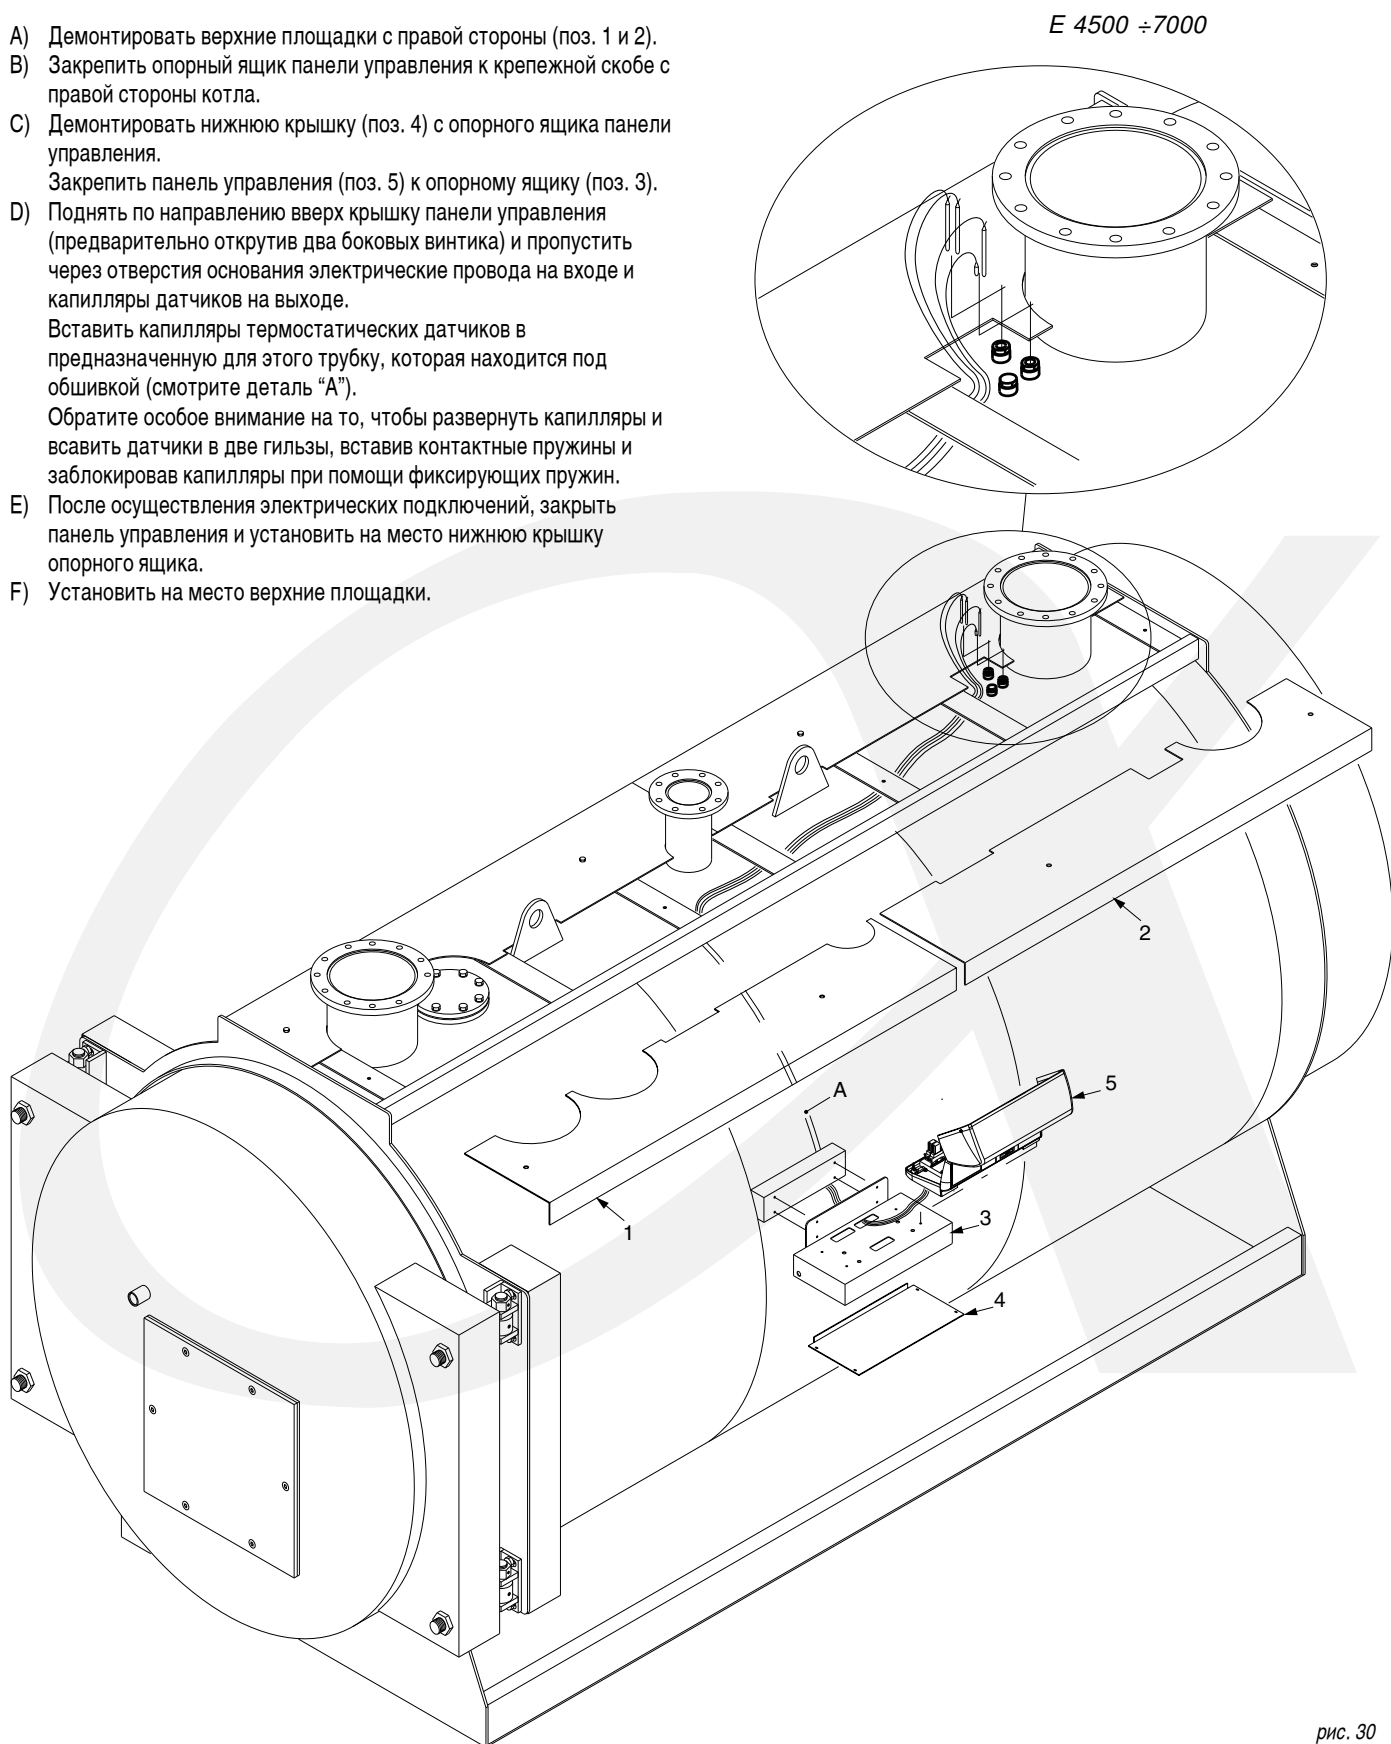

рис. 30
### Последовательность монтажа (см. рис. 30)
- включением-отключением котлового насоса  $Pi$  или, когда он отсутствует, всех насосов установки (например, насосов  $Pi$  и  $Pc$  на рис.30) по команде термостата  $Tmin$  с уставкой срабатывания  $55^{\circ}C$ ;